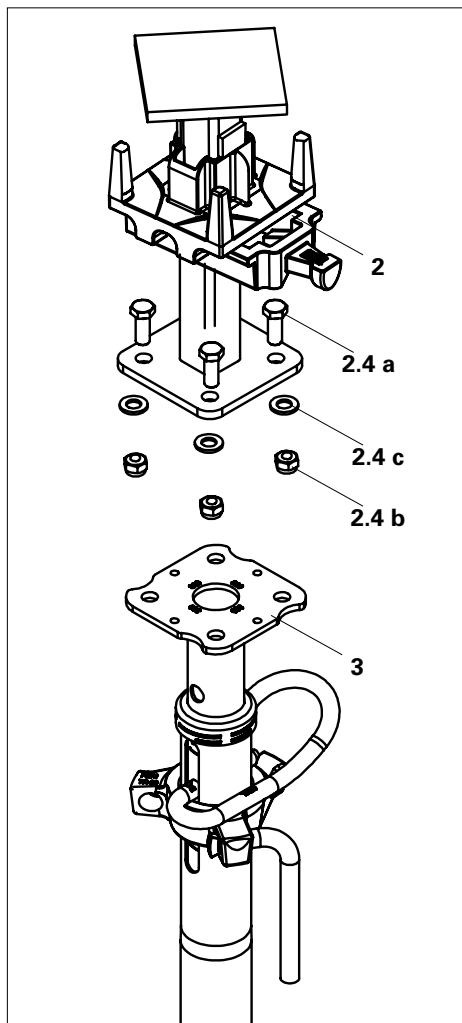

Fig. A3.06
3. Utilizzare vite ISO M12 (2.4 a), dado (2.4 b) e rondella (2.4 c) per collegare il puntello (3) alla testa a caduta (2). (Fig. A3.06)